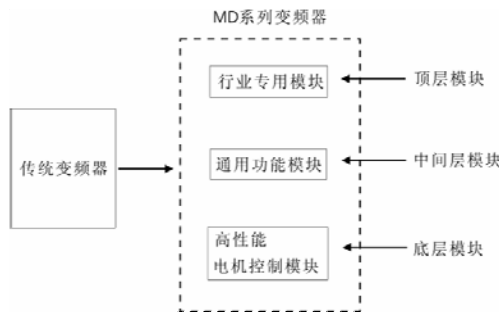

图 1 传统变频器与 MD 系列模块化变频器比较
- 1:它首创了新一代变频器三层模块化的结构标准，如图 1所示；